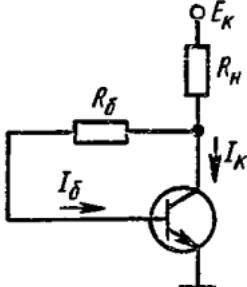

Рис. 2.22
**2.23.** Данна схема, изображенная на рис. 2.22. Доказать, что ток коллектора в этой схеме может быть вычислен по следующей приближенной формуле: